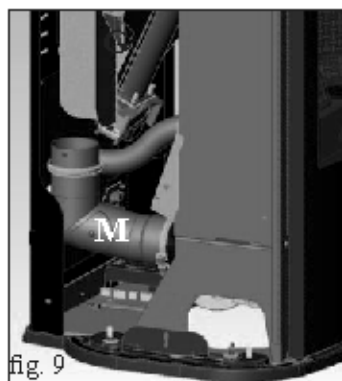

fig. 9
- Prima di riposizionare il top in vetro inserire, nella apposite sedi del top in ghisa, i 5 gommini (L - fig. 9/10) e le 10 rondelle in dotazione (M - fig. 9/10).
- Posizionare il gomito con ispezione (M - fig. 9) e fissarlo tramite la fascetta allentata in precedenza.